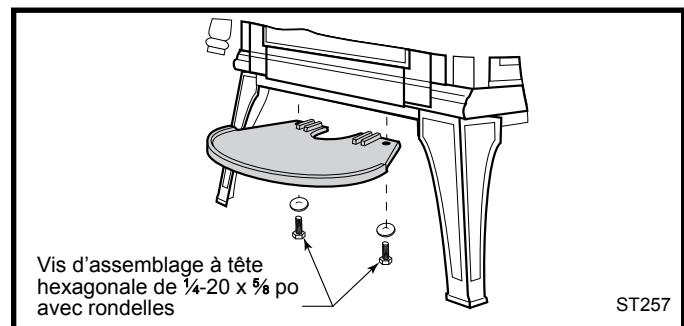

Fig. 23 Fixation du cendrier à la plaque de fond du poêle.
Servez-vous de la clé de $\frac{7}{16}$ po pour fixer le cendrier à la plaque de fond du poêle au moyen de deux vis d'assemblage à tête hexagonale de $\frac{1}{4}$ -20 x $\frac{5}{8}$ po et des rondelles contenues dans le trou pour le cendrier à la plaque de fond (Fig. 23).
2. Repérez le corps de boulon à tête hexagonale (Fig. 23) situé au centre du rebord arrière de la plaque de fond du poêle. Desserrez-le juste assez pour insérer la patte de fixation de l'adaptateur sous la rondelle avant de resserrer le tout.